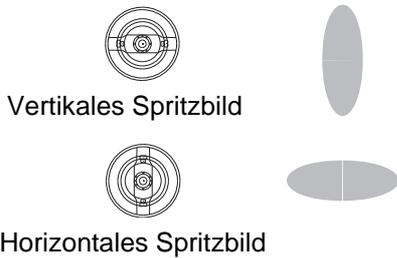

Fig. 18. Luftkappenstellungen
4. Den Haltering der Luftkappe lösen und die Luftkappe durch Drehen für ein vertikales oder horizontales Spritzbild einstellen. Siehe hierzu FIGURE 18. Den Haltering festziehen, bis die Luftkappe sicher gehalten wird. Die Luftkappenhörner sollten nicht von Hand gedreht werden können.